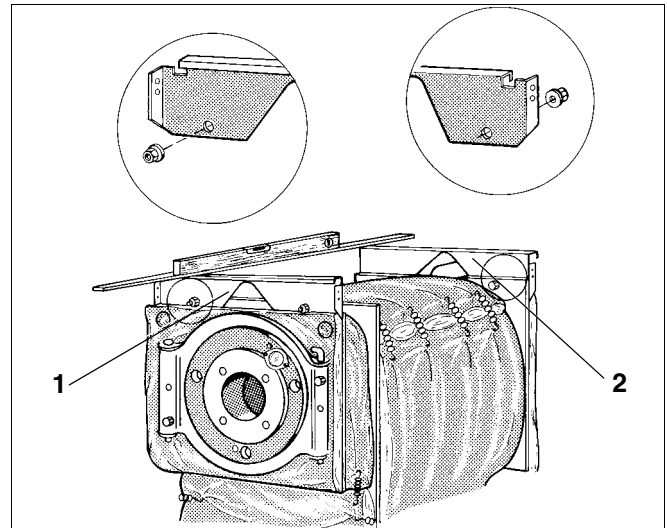

Fig. 8 Montering af forreste og bagerste travers
- Isæt den forreste travers (fig. 8, **pos. 1** trapezformet udkæring nedad) i skruerne med de 2 huller foroven, og skru den fast med møtrikker.
- Isæt den bagerste travers (fig. 8, **pos. 2** trapezformet udkæring nedad) i skruerne med de 2 huller foroven, og skru den fast med møtrikker.
Sørg for, at afkantringerne på traverserne vender udad. Den forreste og den bagerste travers skal være justeret vandret (fig. 8).